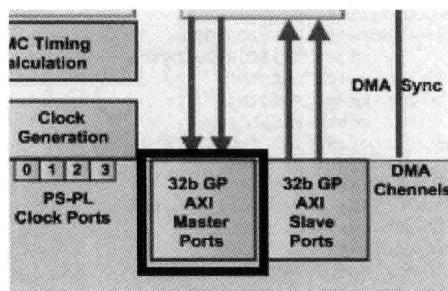

图 4.30 AXI 模块符号
- (1) 在 Source 标签窗口下,展开 system\_wrapper。在展开项中,选择并双击 system. bd 文件,调用 IP 集成器。
- (2) 在 Diagram 窗口下,双击 ZYNQ 块图符号,打开 Zynq 配置窗口。
- (3) 在配置界面左侧,找到 Zynq Block Design。在右侧可以看到 Zynq 的内部配置界面。如图 4.30 所示,单击 32b GP AXI Master Ports 符号块。